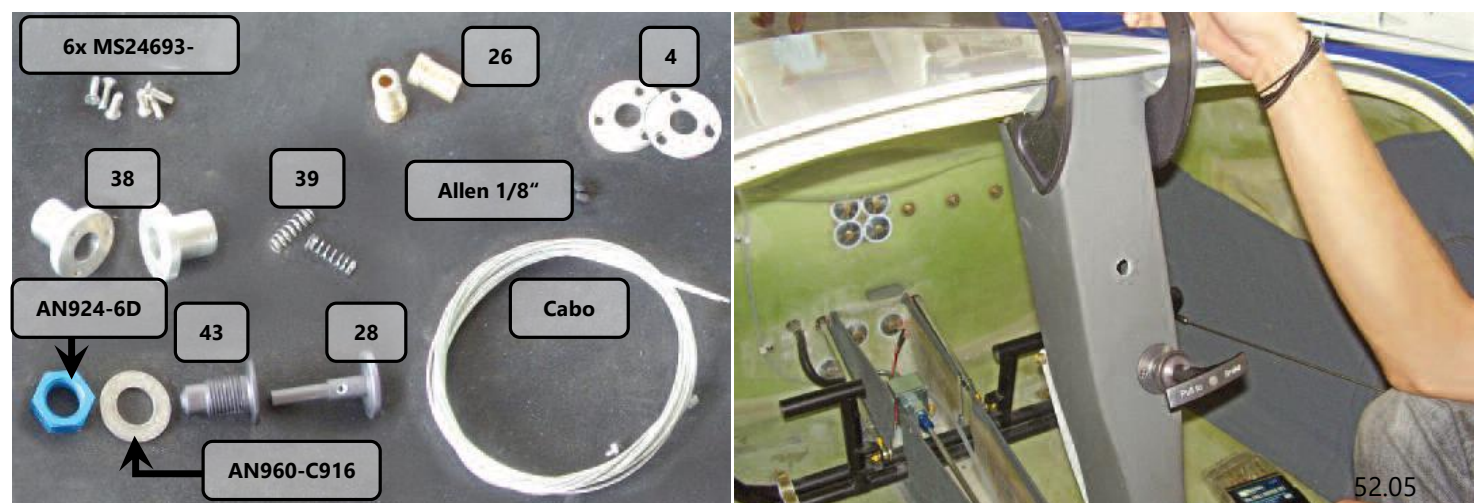
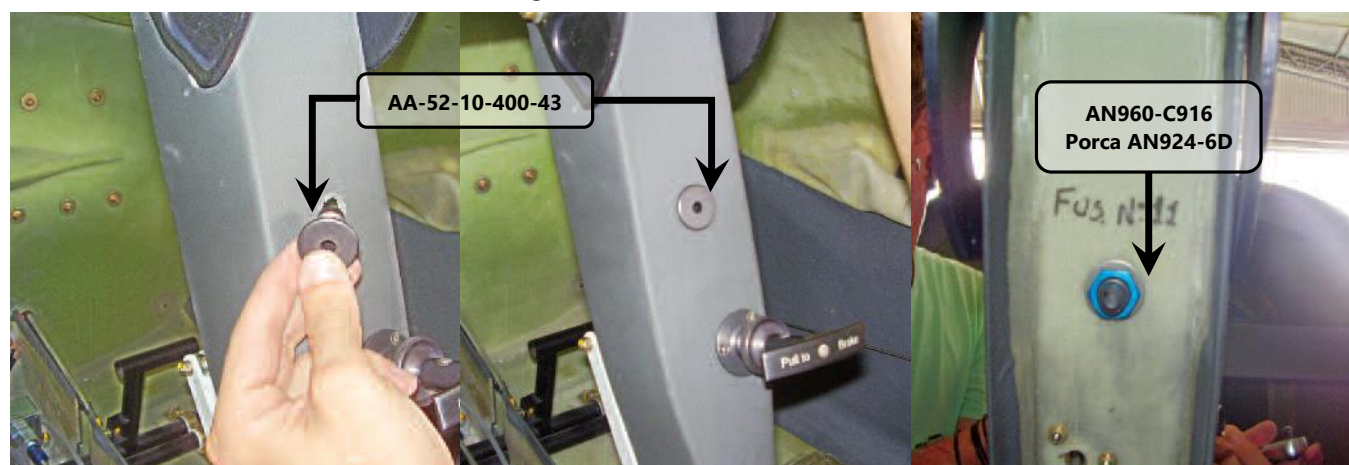

Figura 52.10.4 – Hardwares e local de instalação da trava.
Figura 52.10.5 – Instalação do parafuso da trava.
A figura 52.10.4 mostra os hardwares e o local de instalação da trava do canopy aberto. Os números mostrados nesta figura são os algarismos finais (xx) do PN AA-52-10-400-xx indicados um a um na tabela 3.
1. Instalar o parafuso AA-52-10-400-43 no orifício (figura 52.10.4) da coluna central da cabine do Quasar, como mostra a figura 52.10.5.
2. Instalar a arruela AN960-C916 e a porca AN924-6D no parafuso Allen sem cabeça 1/8", atrás da coluna central da cabine do Quasar, conforme mostra a figura 52.10.5. Utilizar uma chave do tipo catraca $\square 3/8"$, um extensor $\square 3/8"$ de 6" e um cachimbo $\square 3/8"$ de 13/16".